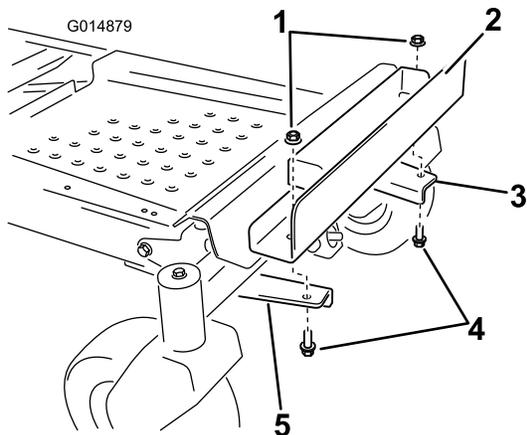

Figura 8
6. Instale el soporte de los pesos en los soportes de montaje alineando los taladros exteriores del soporte con los soportes de montaje instalados anteriormente (Figura 8).
7. Sujete el soporte de los pesos con 2 pernos ($\frac{3}{8}$ " x 1") y 2 contratuercas ($\frac{3}{8}$ " (Figura 8).